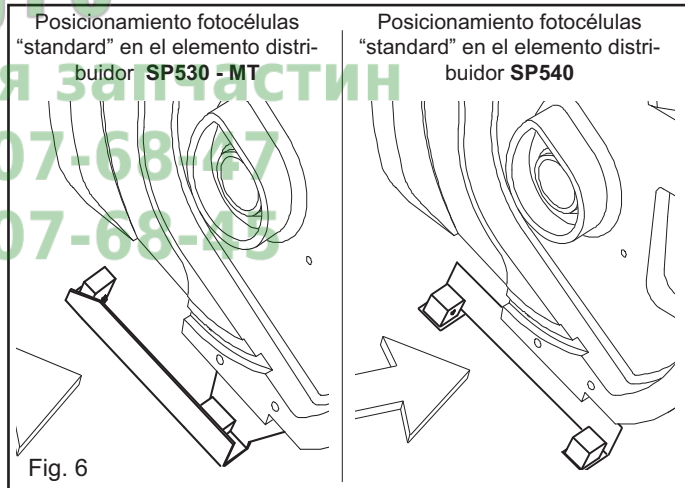

Fig. 6
- Las fotocélulas deben ser instaladas en cada uno de los elementos de siembra y colocadas en la parte inferior del distribuidor de semillas (Fig. 6).